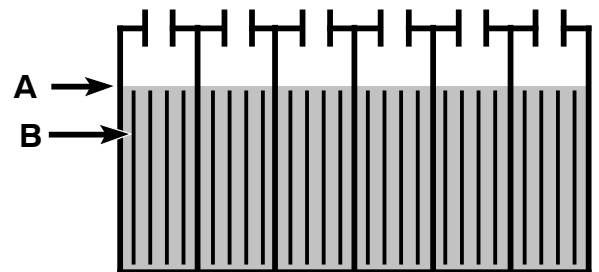

FIG. 22
Le niveau d'électrolyte (A) doit légèrement recouvrir les plaques de batteries (B). Ajoutez de l'eau distillée si nécessaire. **NE REMPLISSEZ PAS TROP**, le fluide va augmenter de volume et risque de déborder lors de la mise en charge. Remettez les bouchons sur les éléments, avant la mise en charge (Figure 22).